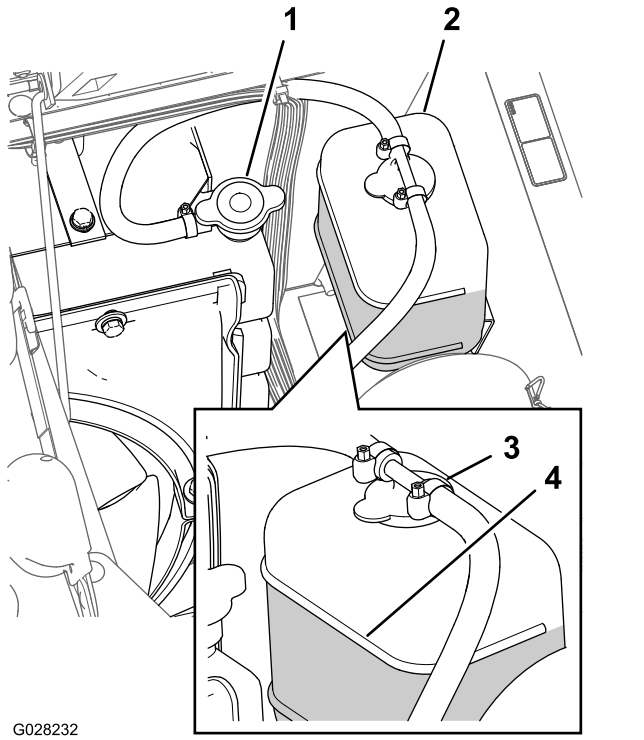

图20
3. 小心拆下散热器盖和膨胀水箱盖（图20）。
注意： 散热器中的冷却液应添加至加油颈的顶部，而膨胀水箱中的冷却液应添加至水箱上的“已满”标记处（图20）。
5. 如果冷却液液位较低，请拆下膨胀水箱盖和散热器盖，然后将膨胀水箱添加至已满标记处，将散热器添加至加油颈的顶部（图20）。
6. 安装散热器盖和膨胀水箱盖（图20）。